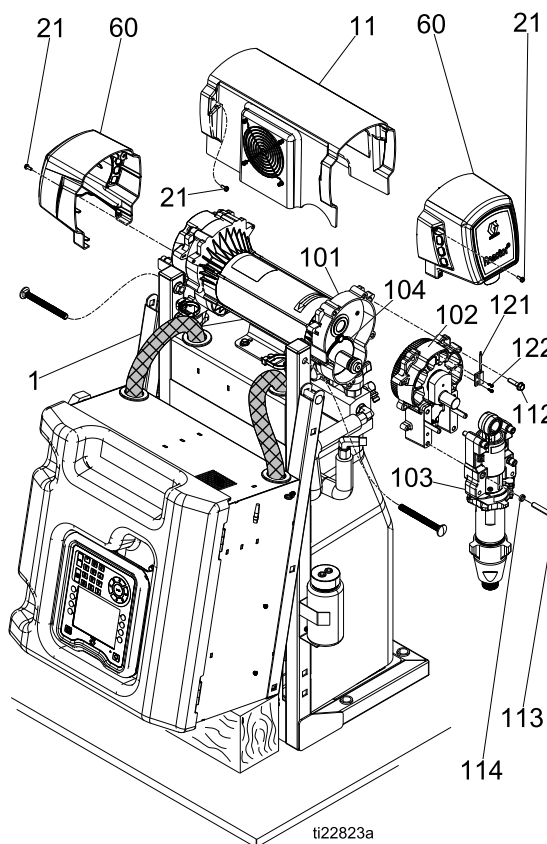

Figure 4
1. ロックナット (G) が平らな面を上にしてポンプにネジ止めされていることを確認してください。ピン穴が一列に揃うまでポンプをベアリングハウジング (M) にねじ込みます。ピン (F) を押し込みます。保持ワイヤクリップ (E) を下へ引きます。閲覧と組み立ての注記については、図 4 を参照してください。
2. 液体アウトレット (D) が鋼製チューブと揃い、トップスレッドがベアリング表面 (N) の ± 2 mm (1/16 インチ) になるまでポンプをハウジング内にねじ込みます。
3. ノンスパーキングハンマーでしっかりと叩き、ロックナット (G) を固定します。
4. 液体インレット (C) とアウトレット (D) を再接続します。